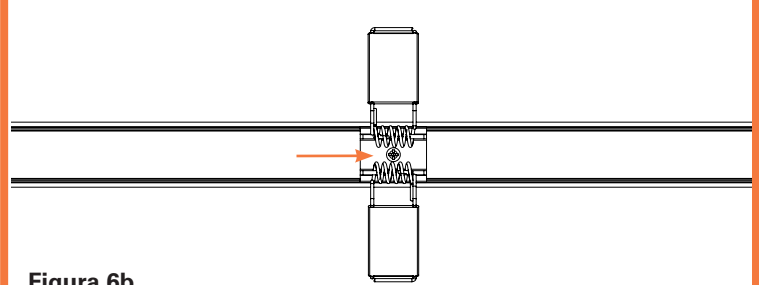

Figura 6b
- Fije los clips con tornillos de sujeción (Figura 6b). Apriete el tornillo de sujeción de cada clip de montaje con un destornillador manual Phillips. NOTA: No utilice herramientas eléctricas en este paso, ya que un apriete excesivo podría dañar el clip o la extrusión.